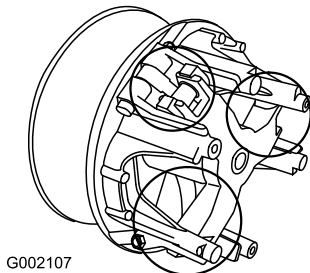

Figura 41
5. Lubrique las piezas en movimiento en las zonas indicadas en Figura 41 usando Spray Lubricante Seco Toro, disponible a través de su Distribuidor o Consesionario Autorizado Toro.